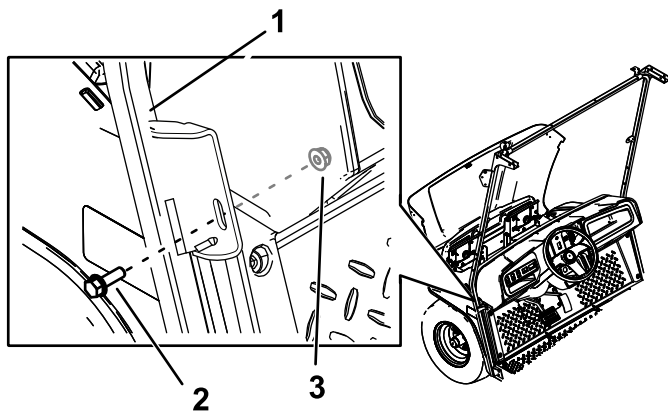

Bild 31
- Befestigen Sie die mittlere Halterung der linken und rechten Windschutzscheibenstützen mit zwei Sechskantbundbolzen (5/16" x 1") und zwei Muttern (5/16") in den Bohrlöchern, die Sie in (Bild 31) gebohrt haben.